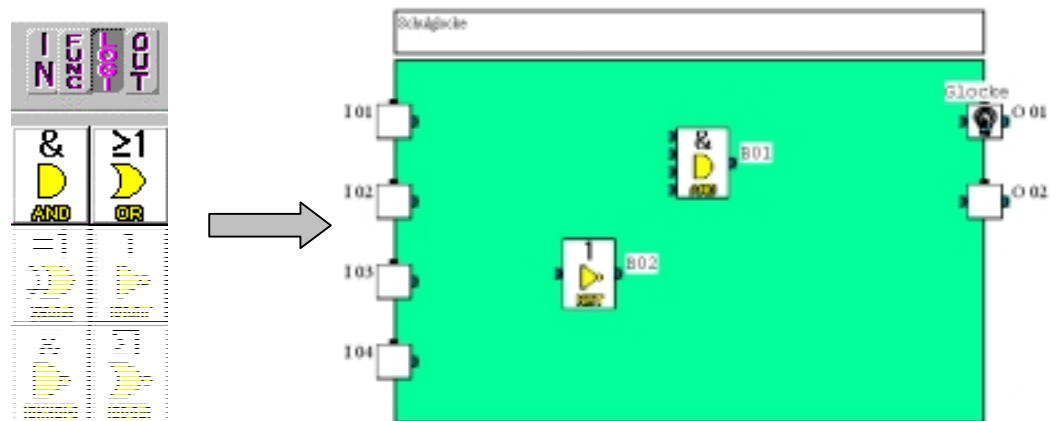

Abb. 1.35
- ➔ Aus der **LOGI**-Palette einen **UND**- und einen **NICHT**-Block auswählen und einsetzen (Abb. 1.35). Eventuell dem Ausgang einen Kommentar zuweisen.